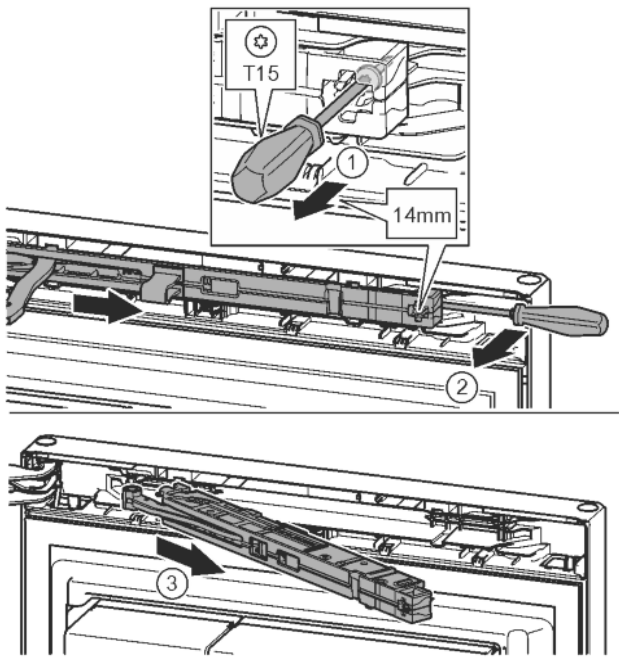

Fig. 12
- ▶ Šroub na jednotce tlumiče zavírání povolte šroubovákem T15 o cca 14 mm. Fig. 12 (1)
- ▶ Šroubovákem na straně madla zajed'te za jednotku tlumiče zavírání a otočte ji dopředu. Fig. 12 (2)
- ▶ Vytáhněte jednotku tlumiče zavírání. Fig. 12 (3)